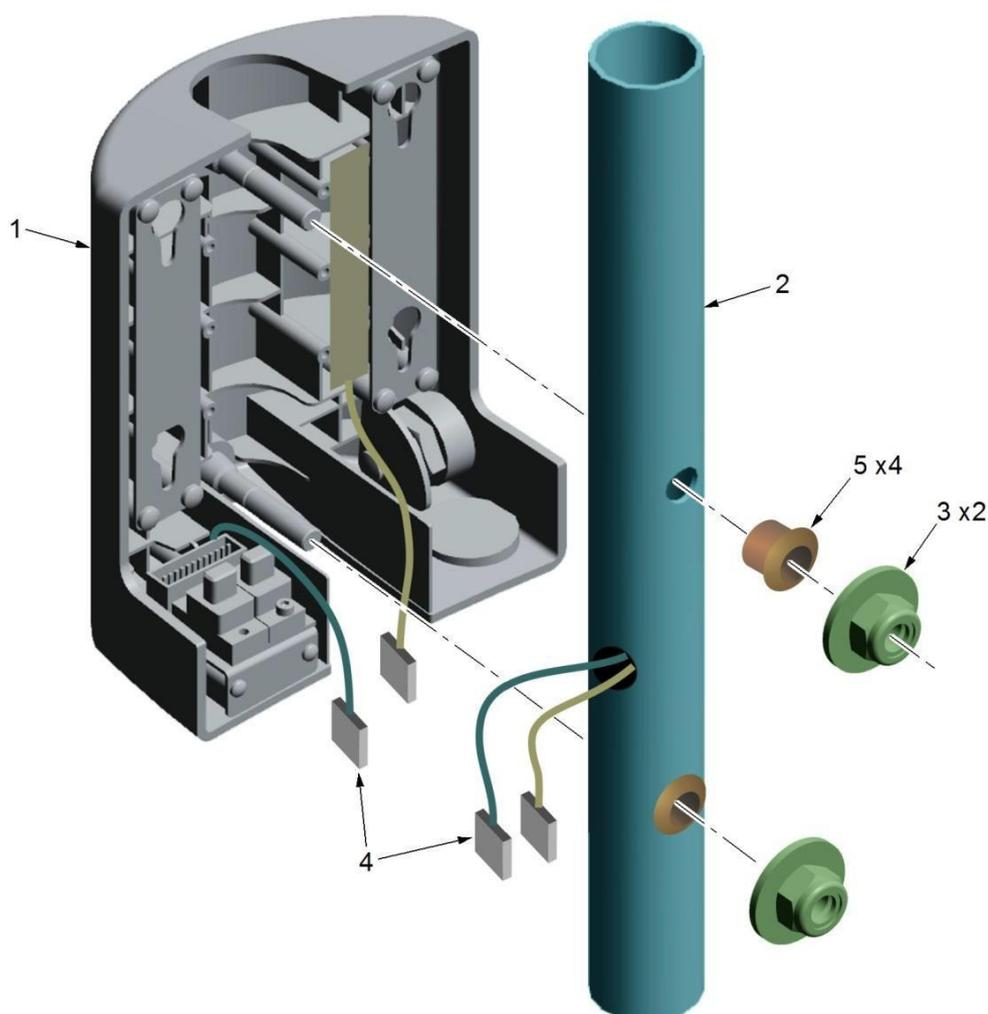

Figura 4 – Instalación carcasa soporte tubo
1. Conectar los cables de alimentación y ethernet (ver la Figura 4, 4) procedentes de la barra del autobús y conectarlos a los procedentes de la carcasa soporte tubo (ver la Figura 4,1).
2. Montar los cuatro pasamuros en el tubo del autobús como se indica (ver la Figura 4,5).
3. Posicionar la carcasa soporte tubo en los taladros de la barra del autobús (ver la Figura 4, 2) y fijarla con las dos tuercas y las dos arandelas suministradas (ver la Figura 4,3).